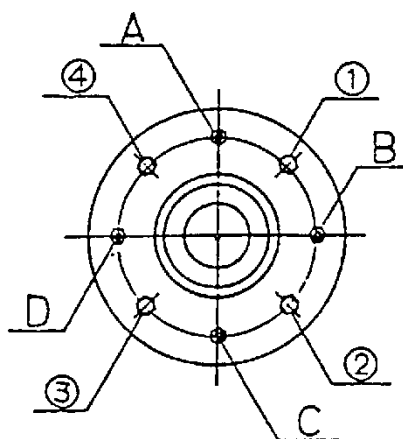

図 9-3
9.3.3 ドラムの芯出し調整 (図 9-3)
- ・ 主軸ベアリングケースを止めているボルト及びナット 4 箇所 (A～D) と、調整ボルト及びナット 4 箇所 (①～④) で調整します。(図 9-3)
- ・ 例えば、ドラムの口金を機械正面より見て右に寄せたい場合、③、④と A,C,D のナットを少し緩め、③、④のボルトをドラムの口金を見ながら締め込みます。
- ・ 調整が終わったら、③、④と A,C,D のナットを締め込みます。